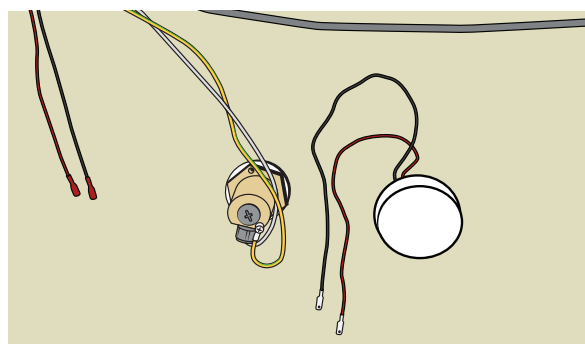

Figure 77
14. Si la fonction musique est disponible, branchez les haut-parleurs gauche et droit. Voir Figure 77.